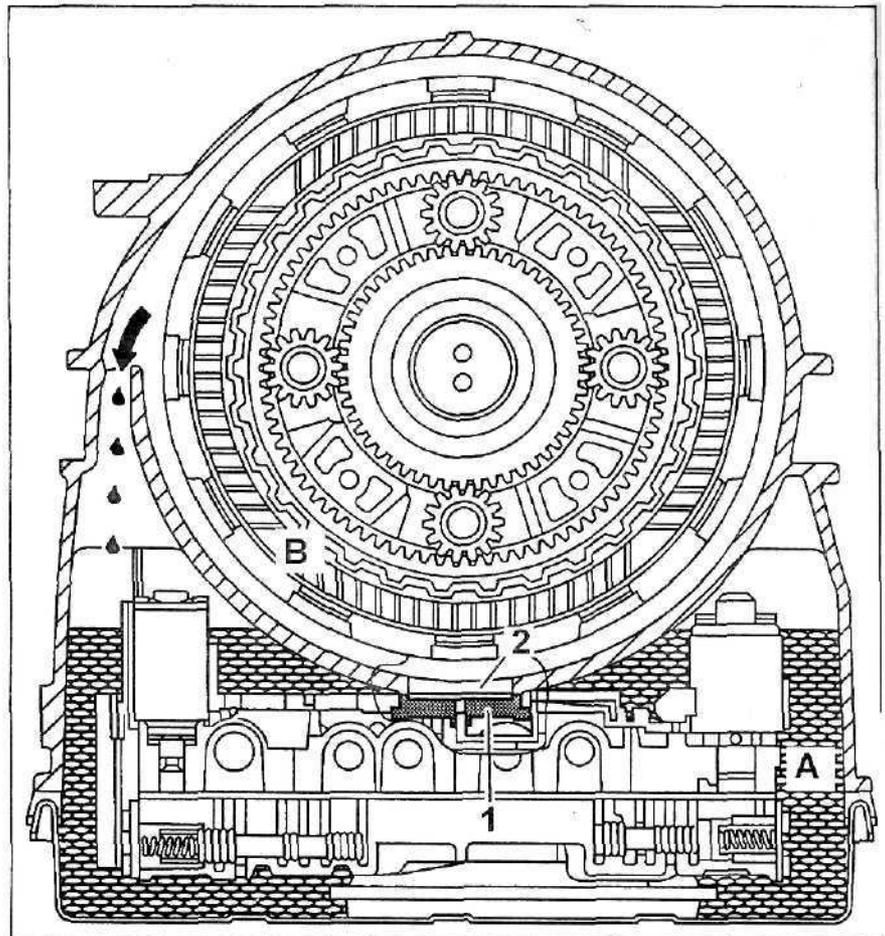

Рис. 15.
Механизм предназначен для перекрытия отверстия, соединяющего полость масляного поддона (А) с полостью планетарных механизмов (В) (рис. 15). Это сделано для того, чтобы в случае повышения уровня масла вращающиеся планетарные ряды не погружались в масло.
Масло, используемое для смазки, постоянно стекает с вращающихся деталей планетарного механизма вниз и через отверстие (2) попадает обратно в масляный поддон. Если уровень масла начинает превышать установленный уровень, то поплавок (1) прижимается к корпусу и разъединяет тем самым полость масляного поддона (А) и полость планетарных механизмов (В). Масло же, стекающее с деталей планетарного механизма, под действием центробежных сил отбрасывается на стенки картера коробки передач и попадает через верхнее окно (на рис. 15 показано стрелкой) обратно в масляный поддон.